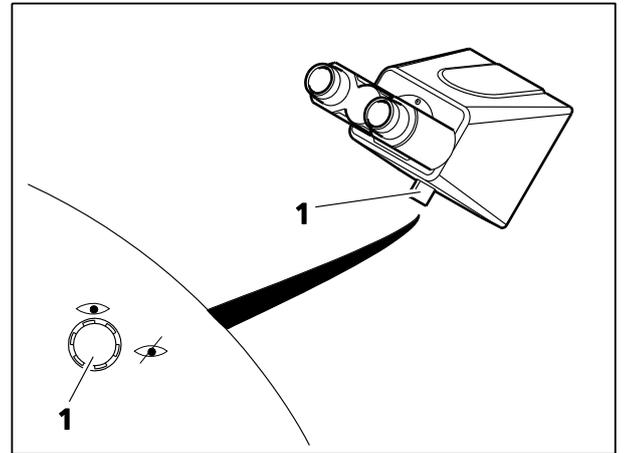

Fig. 71 Tube binoculaire 45°/23
Tube binoculaire 45°/23 avec vis d'obturation manuelle (Fig. 71)
- Ouvrir ou fermer l'obturateur en tournant bouton de rotatif (Fig. 71/1) :